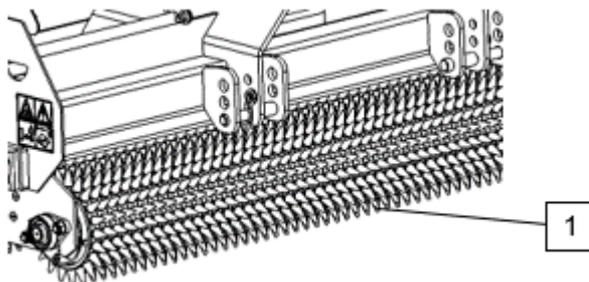

Fig.5-2
- Vérifier que les éléments semeurs (1) ne sont pas endommagés et réparez-les si nécessaire. (Fig.5-2)